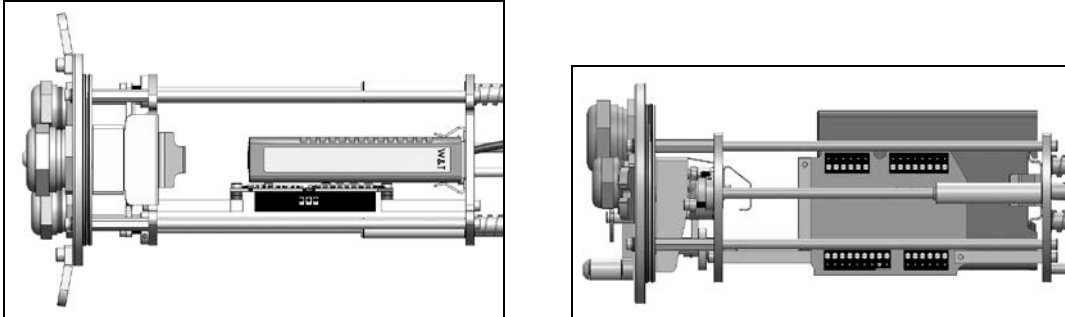

Abbildung 34 (a und b): Einbau des USB-Server Gigabit (Ansicht von oben und Seitenansicht Rechts)
6. Drücken Sie anschließend den USB-Server Gigabit in das Hutschiennenblech (**Abbildung 34**) bis er einrastet.